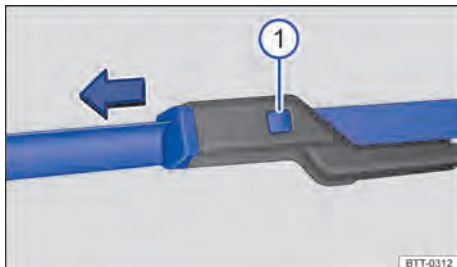

Fig. 130 Sustituir las escobillas limpiaparabrisas.
Comprobar regularmente la condición de las escobillas de los limpiacristales. Cambie las **escobillas de los limpiacristales** cuando estén deterioradas o limpielas si están sucias → fig. 130.
– Con una esponja húmeda, limpiar con cuidado las escobillas limpiaparabrisas → fig. 130.
– Mantener la tecla de desbloqueo → fig. 130 **1** pulsada y, al mismo tiempo, retire la escobilla limpiaparabrisas en el sentido de la flecha.